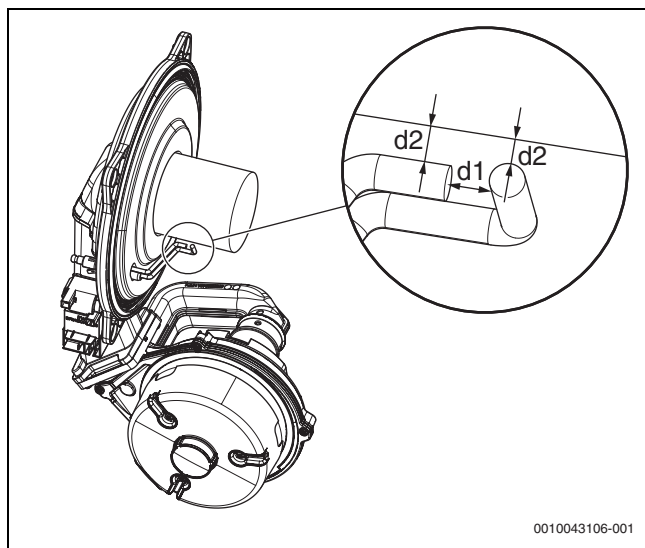

Рис. 31 Проверка электрода ионизации и запального электрода
- Замените манжетное уплотнение (→ глава 11.18, рис. 31).